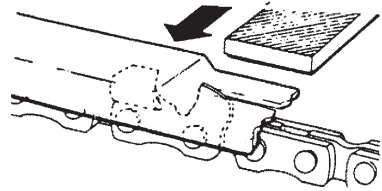

Fig. 39
- 3) Coloque la herramienta del calibre de profundidad en la cuchilla. En el caso de sobresalir el calibre de profundidad, lime su nivel con la parte superior de la herramienta. Lime siempre desde el interior de la cadena hacia el exterior de la cuchilla. (Fig. 39)